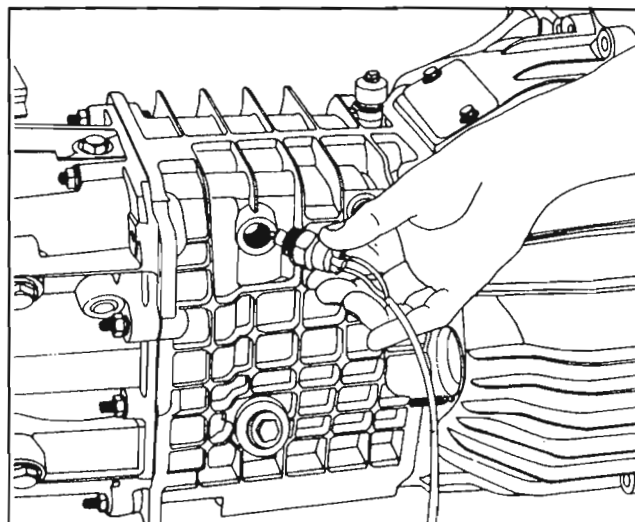

Fig. 3
Quite el respiradero (13). Quite el interruptor de la marcha atrás (129). *Fig. 3*